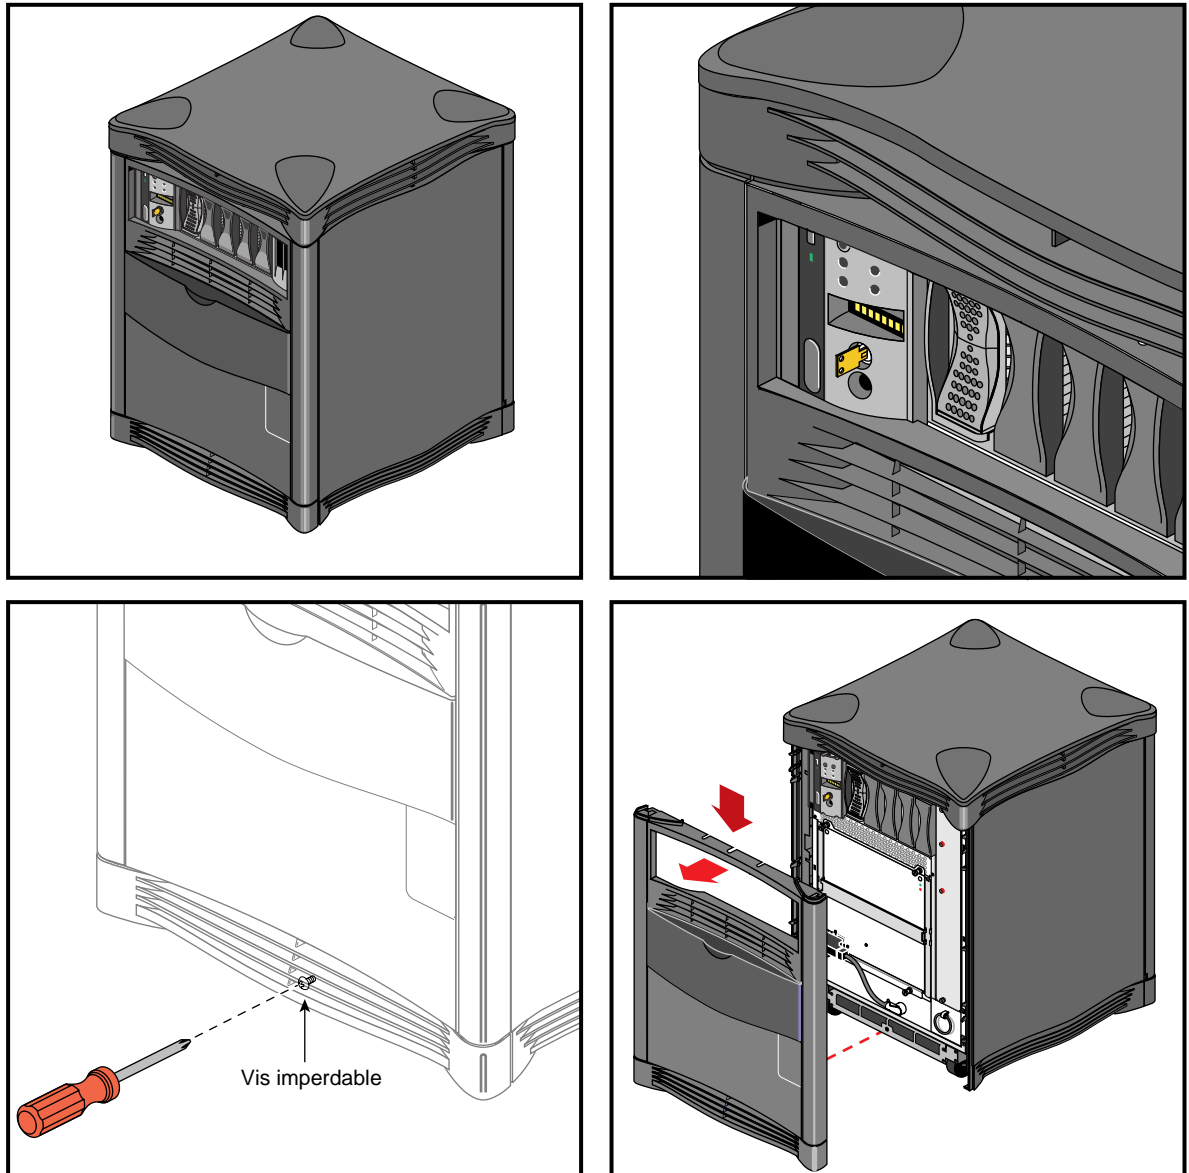

Figure 3-2 Retrait du capot avant
2. Dégagez le capot avant en dévissant la vis cruciforme imperdable qui se trouve sur la grille du bas, vers le milieu de celle-ci (voir Figure 3-2).